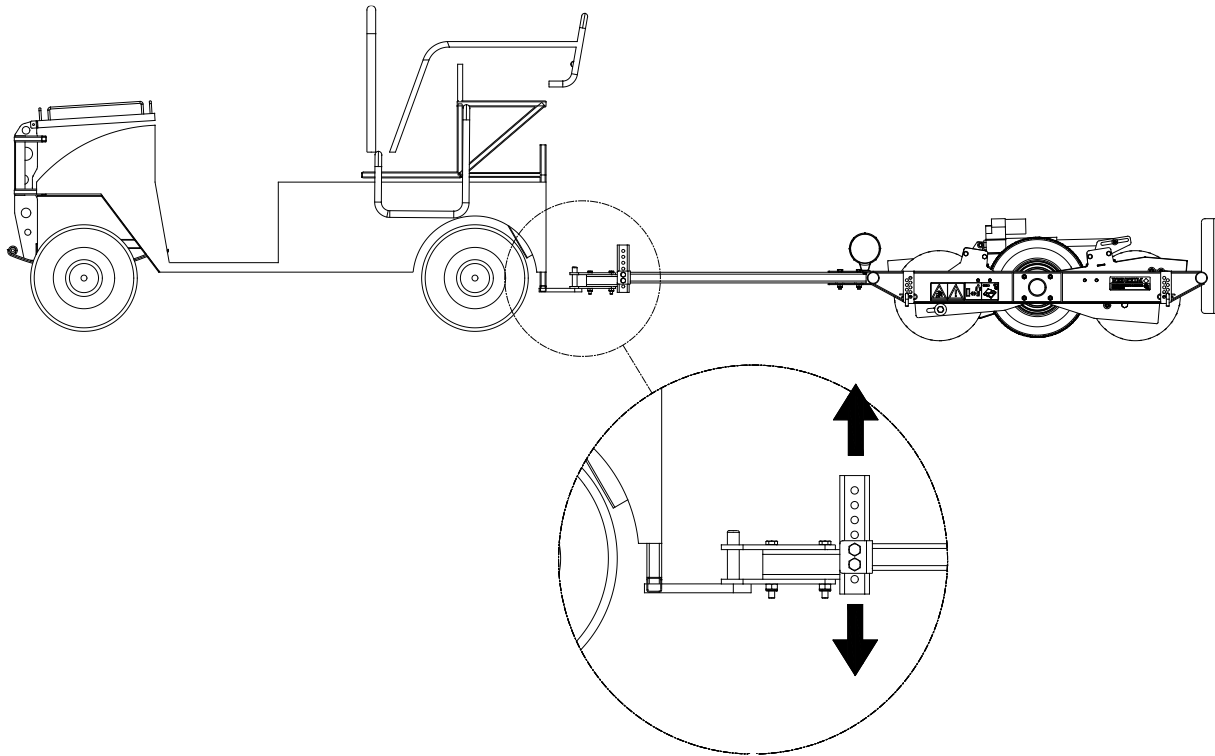

Bild 9
Speed-Brush kan anslutas till dragfordonet med en dragkrok (Bild 9).
3. Kontrollera att Speed-Brush är i horisontellt läge. Om detta inte är fallet, kan detta uppnås genom att skruva loss de två bultarna och välja en högre/lägre position (Bild 9).